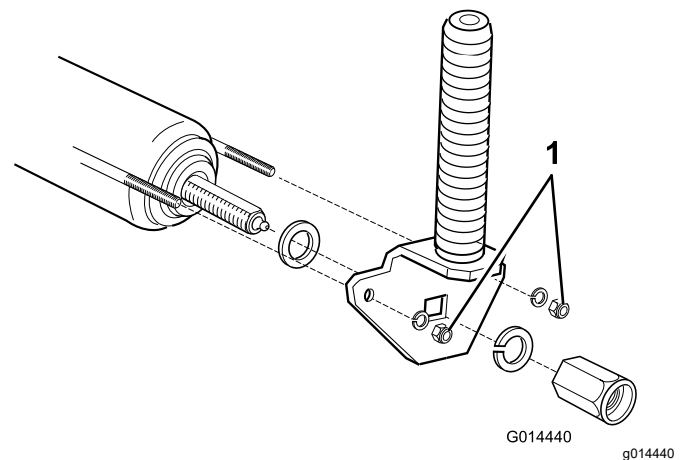

Bild 82
2. Ziehen Sie die Muttern um vier ganze Umdrehungen an, um den Draht richtig zu spannen (Bild 82).